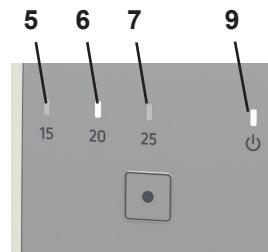

Fig. 4
- ◆ Le voyant de fonctionnement vert (9, Fig. 4) clignote rapidement.
- ◆ Le voyant jaune de la valeur de seuil réglée s'allume (5, 6, 7, Fig. 4).
- ◆ Le voyant de fonctionnement vert (9, Fig. 4) s'allume.
Tant que le débit volumique est supérieur à la valeur seuil réglée, le voyant correspondant reste allumé (5, 6, 7, Fig. 4).